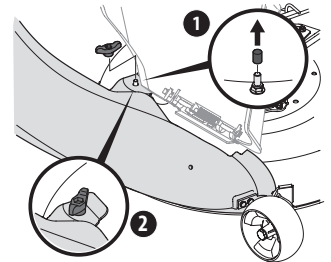

Figure 17
2. Fixez le coude de la goulotte au plateau de coupe à l'aide du bouton à ailettes (720-04122) fourni avec la trousse de quincaillerie 689-01419. Consultez la Figure 17.
NOTE : Le cas échéant, retirez le capuchon protecteur de la tige de fixation du plateau de coupe, comme indiqué dans l'encart supérieur de la Figure 17.